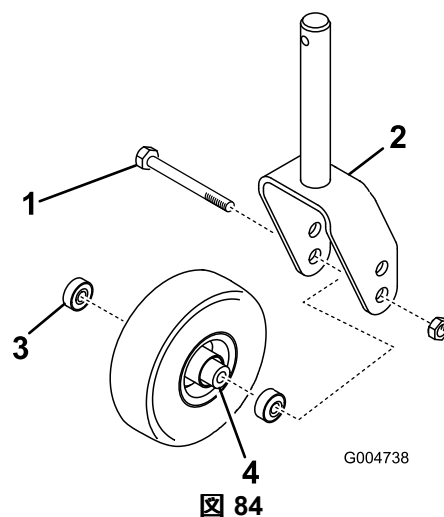
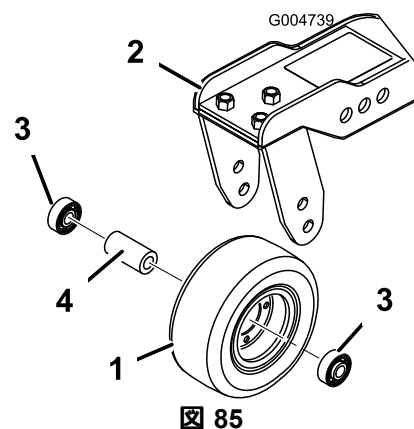

図 84
図 85
1. キャスタホイールアセンブリをキャスタフォークまたはキャスタピボットアーム 図 84 に保持しているボルトからロックナットを外す 図 85。
2. ホイールのハブからベアリングを外す。ベアリングスペーサが落ちてくる 図 84 と 図 85。